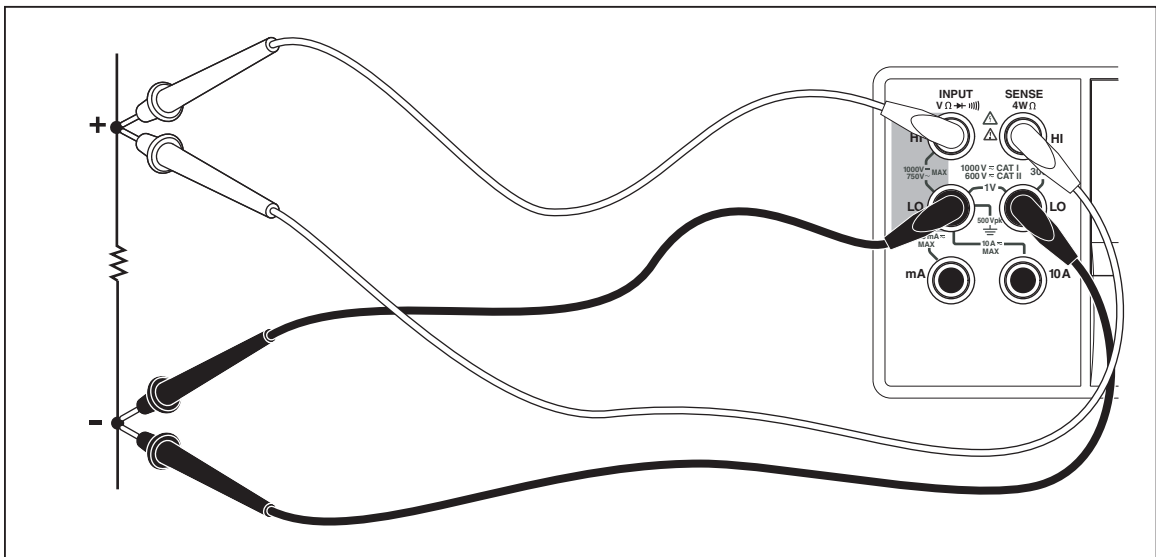

Figura 3-6. Medición de resistencia de 4 cables
1. Conecte los cables de prueba entre el multímetro y el circuito que se va a probar como se muestra en la figura 3-6.